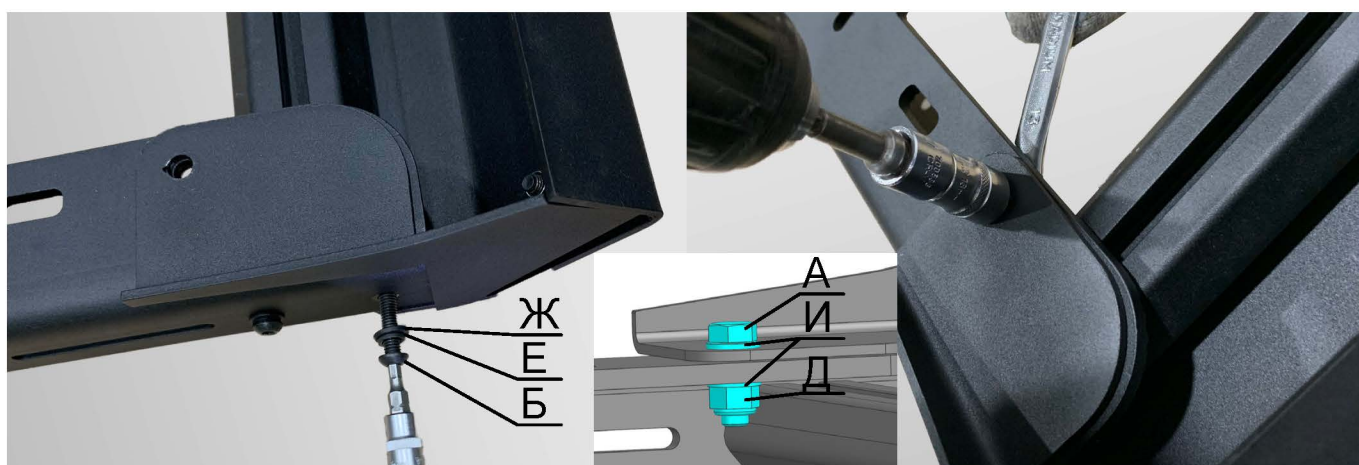

Рис. 8
6. Установите Дефлектор в сборе на багажник, используя Винты 6x25 (Поз.Б), Шайбы 6 гровер (Поз. Е), Шайбы 6 (Поз. Ж), Болты 8x25 (Поз. А), Шайбы 8 (Поз. И), Гайки 8 (Поз.Д), как показано на Рис. 8.